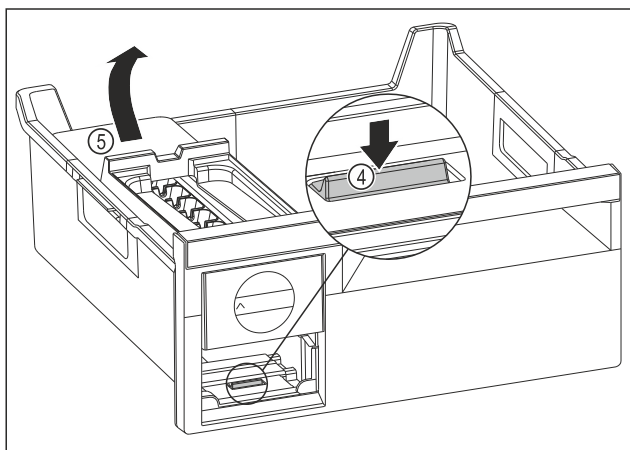

Fig. 117
- Вийняти корпус EasyTwist-Ice: натиснути накладку Fig. 117 (4) пальцем вниз і одночасно підняти корпус EasyTwist-Ice Fig. 117 (5) ззаду іншою рукою.